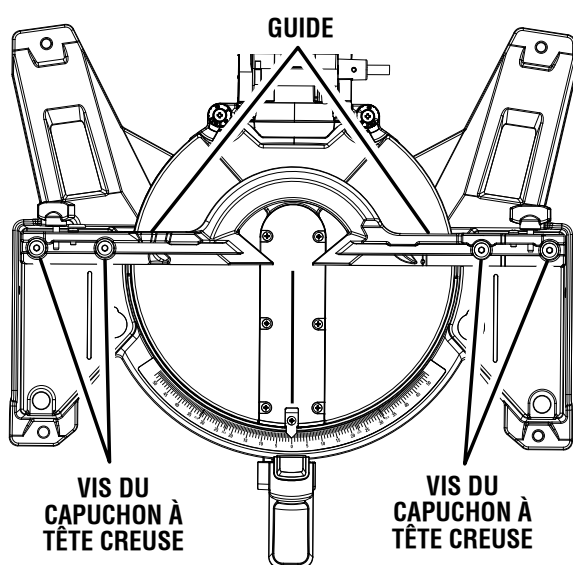

Fig. 18
- À l'aide de la clé de lame, dévisser les vis à tête creuses du guide d'onglet fixant le guide longitudinal à la table à onglets. Voir la figure 18.